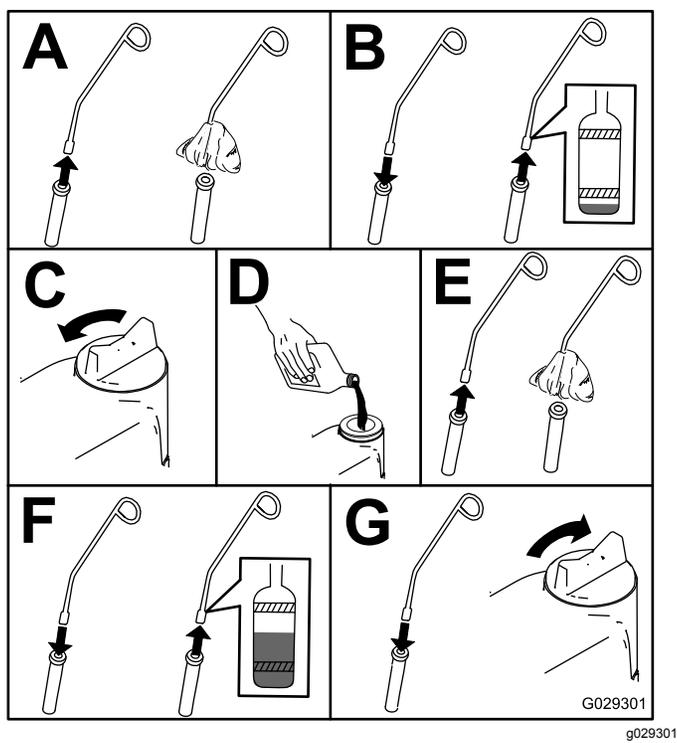

Рисунок 47
3. Проверьте уровень масла в двигателе, как показано на Рисунок 47.